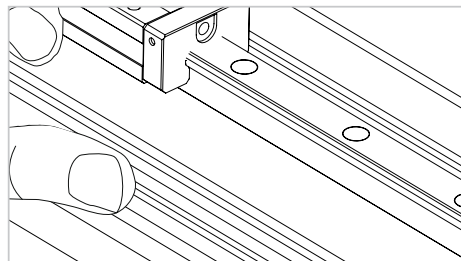

Fig. 9
- 8) Sfilare i pattini dalla guida (Fig. 9). Per rimontare i pattini svolgere le stesse operazioni all'inverso, avendo cura di rimontare il carro nella stessa posizione